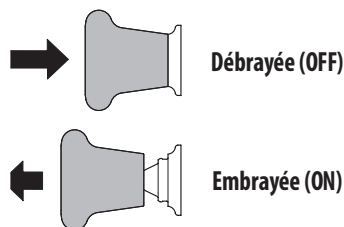

Figure 3-5
2. Tirez le bouton de la prise de force (Embrayage de la lame) vers l'avant à la position « ON » (Embrayée). Voir la Figure 3-5.